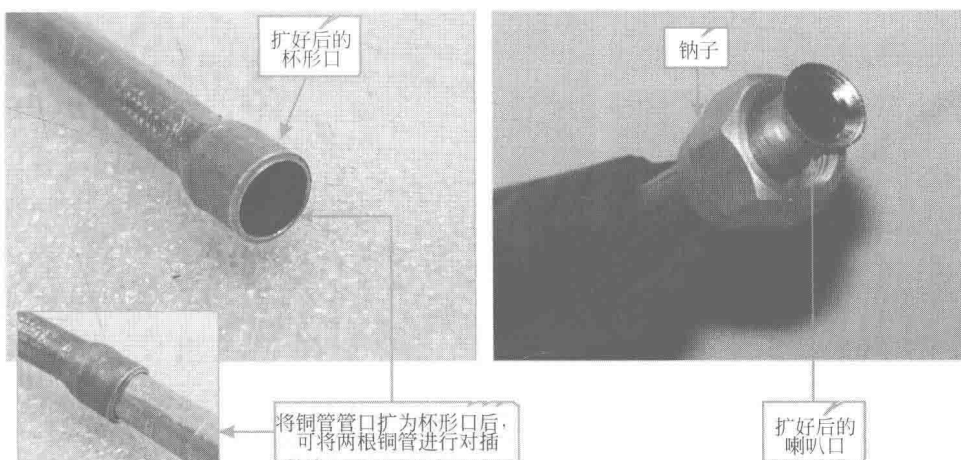

图 1-7 使用扩管工具对管口进行加工
(2) 扩管组件的使用方法 扩管操作时，根据管路连接方式的不同需求，有杯形口和喇叭口两种扩管方式，如图 1-7 所示。其中，采用焊接方式连接管路口，一般需扩杯形口，而采用纳子连接方式时，需扩为喇叭口。下面分别对这两种扩管的操作方法进行介绍。